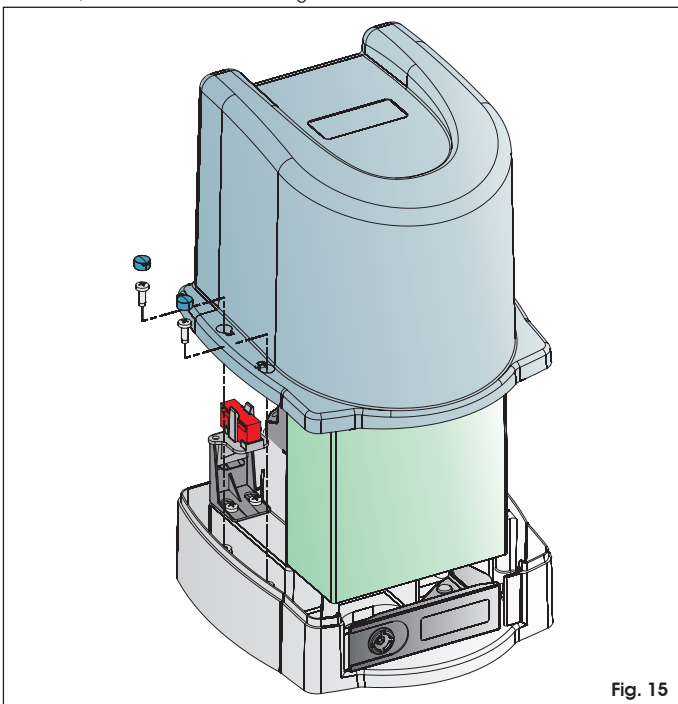

Fig. 15
3. Una vez realizada la prueba de la automatización (párr. 5), fije el cárter de protección en el operador utilizando los tornillos suministrados en dotación, como se indica en la fig. 15.